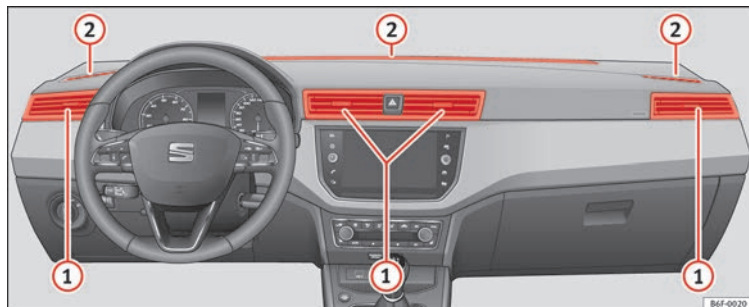

Fig. 169 Diffuseurs d'air.
Pour garantir le chauffage, le refroidissement et la ventilation à l'intérieur de l'habitacle, les diffuseurs d'air » fig. 169 ① doivent rester ouverts.